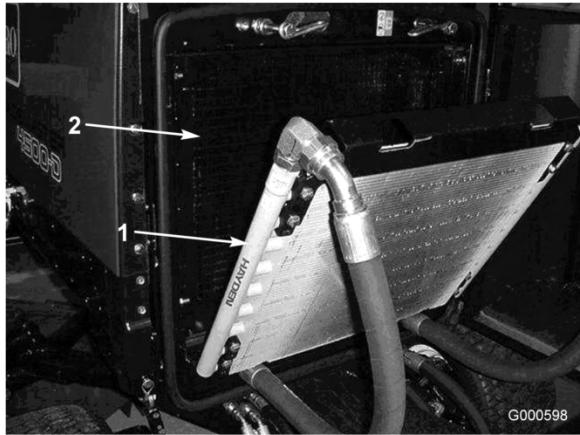

Bild 51
- Kippen Sie den Ölkühler nach hinten. Reinigen Sie beide Seiten des Öl- und Wasserkühlerbereichs (Bild 51) gründlich mit Druckluft.